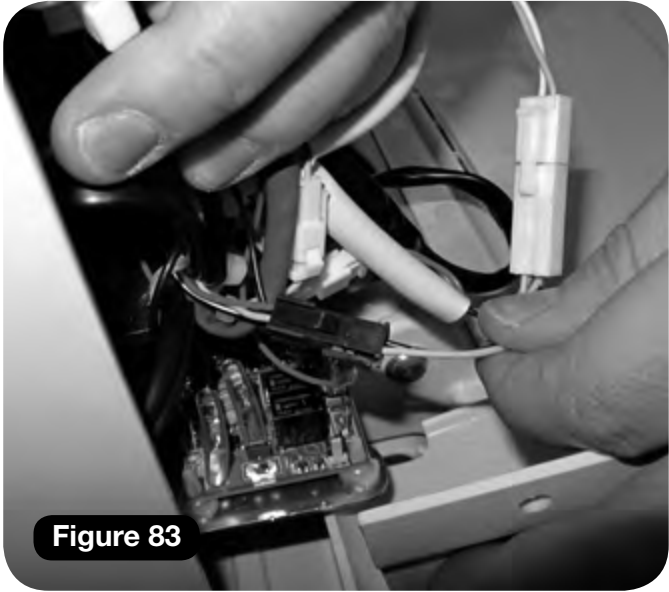

Figure 83
- 3 Connectez le faisceau principal du siège (marron et rose) sur le faisceau du châssis (rouge et rose) – deux connecteurs noirs (**Figure 83**).